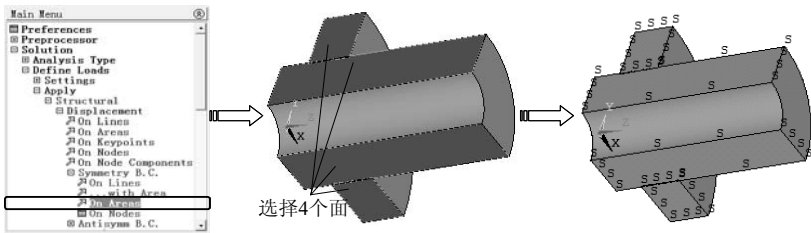

图 9-114 在面上施加对称约束
1) 选择 “Main Menu>Solution>Define Loads>Apply>Structural>Displacement>Symmetry B.C.>On Areas” 命令，弹出实体选取对话框，用鼠标选择盘、轴的四个径向面后，单击 “OK” 按钮完成对称约束，如图 9-114 所示。